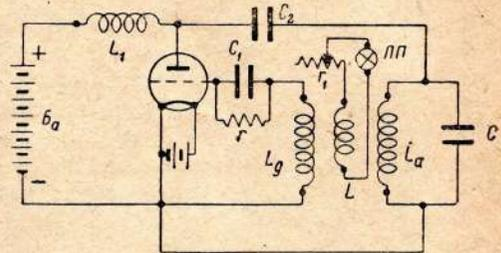

Рис. 6
2. Схема лампового генератора с параллельным анодным питанием изображена на рис. 6. Здесь лампа и колебательный контур